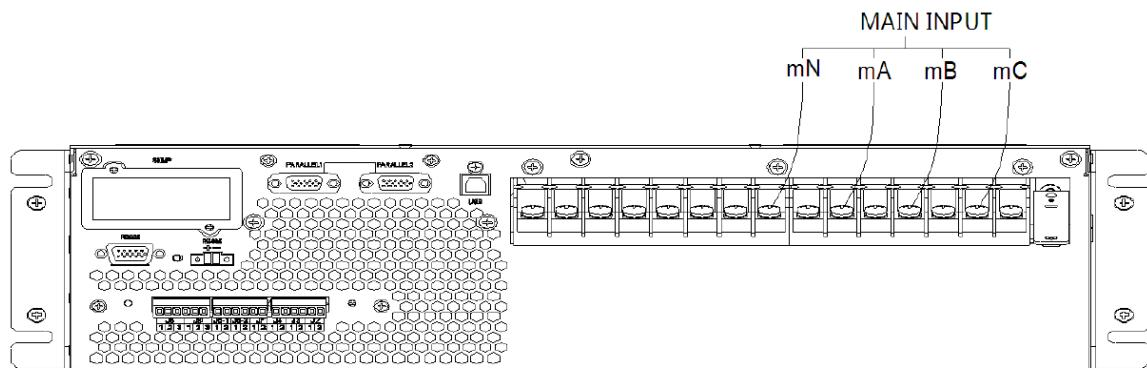

Рисунок 12. Подключение главного входа
- 1.1. Снимите все медные шины, подключите только входной кабель (нет байпаса/выхода/аккумулятора) (Рисунок 12).